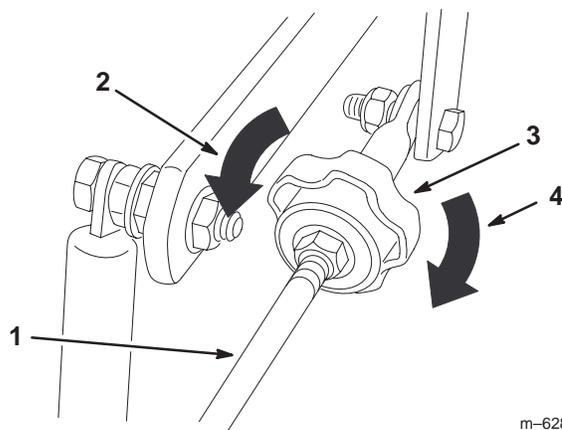

Figura 51
4. Para que la máquina vaya a la derecha, gire el pomo hacia el lado derecho de la máquina; consulte la figura 51.
5. Para que la máquina vaya a la izquierda, gire el pomo hacia el lado izquierdo de la máquina; consulte la figura 51.